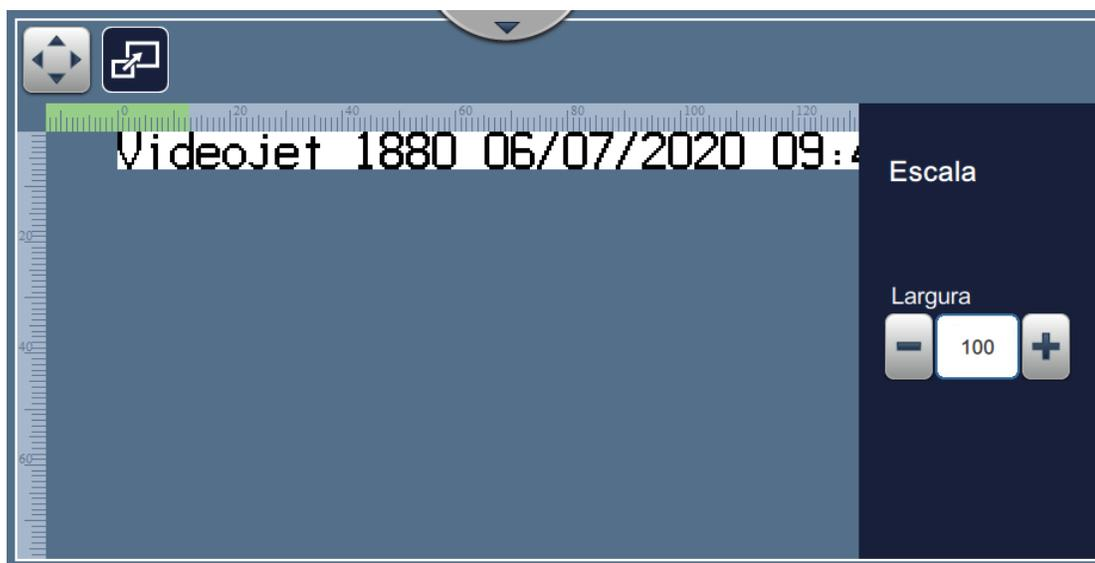

Figura 4-10: Ajustar_escala
1. Toque no botão  e o valor atual do divisor de escala atual aparecerá, como mostra a Figura 4-10.